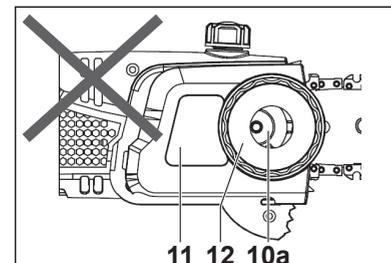

Fig. 6
- > Remettez le couvercle en place [10]. Assurez-vous que la molette de tension [9] est bien emboîtée sur le pignon de tension [25] (fig. 6, 7).